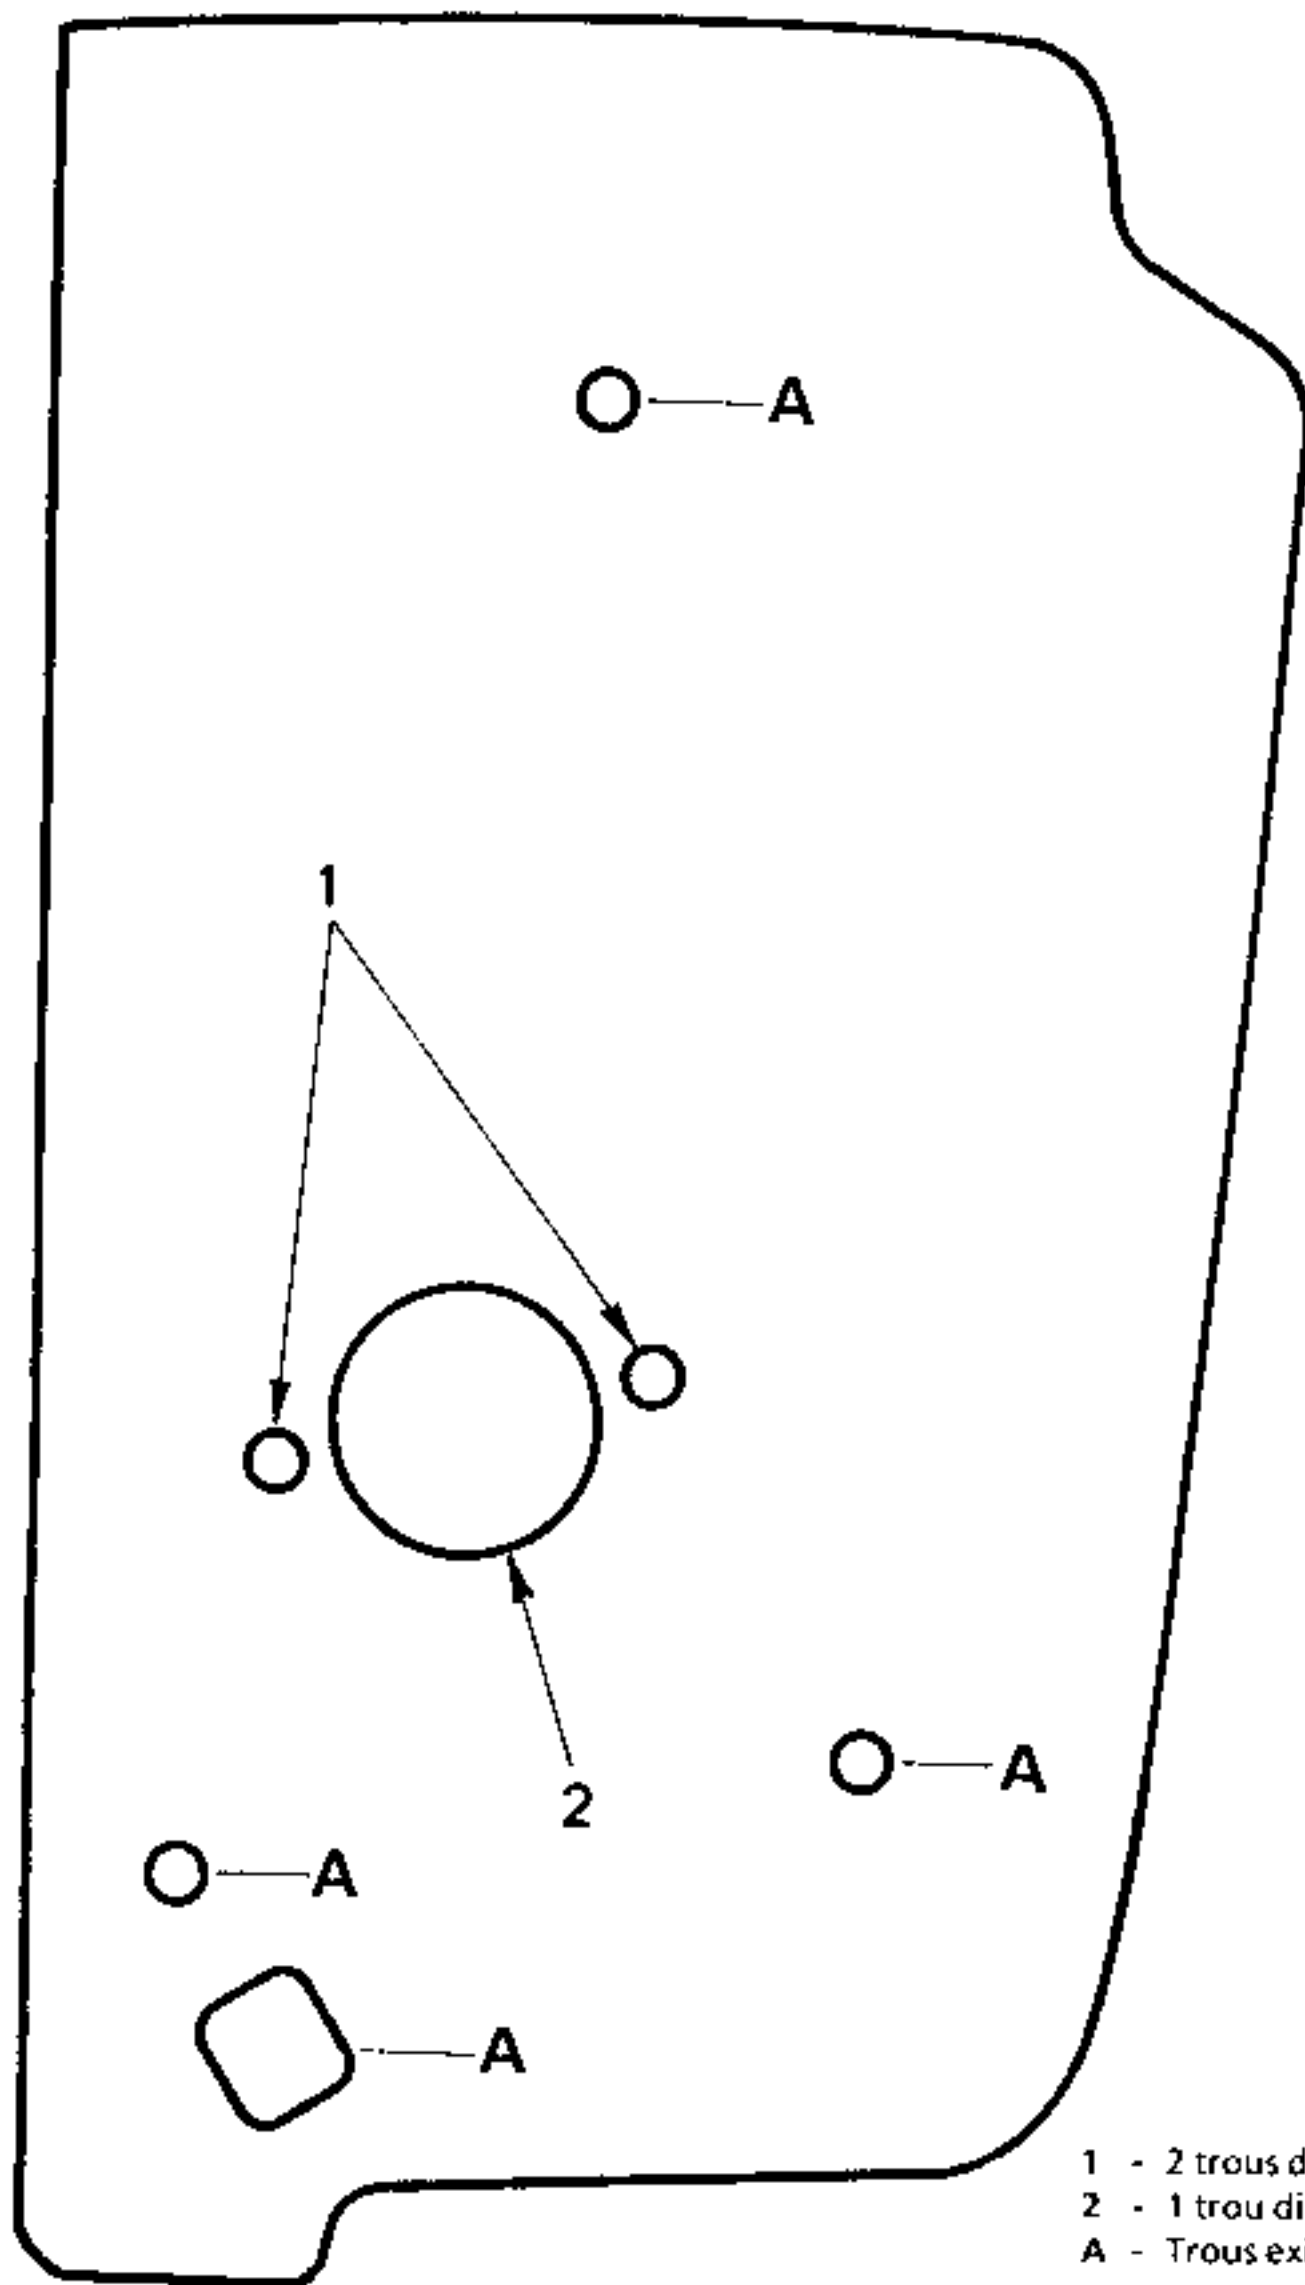

Fig. 9
- Préparer le gabarit de perçage afin de positionner le contacteur, (plan du gabarit page suivante (Fig. 9)).